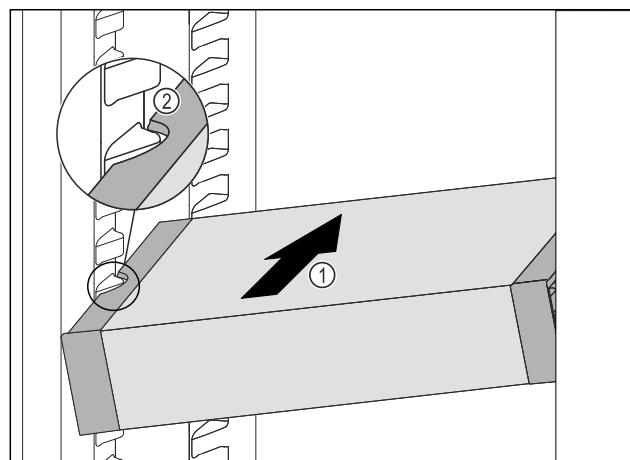

Fig. 56
- Вкарайте VarioSafe под ъгъл в хладилната част Fig. 56 (1), докато страниците прорези Fig. 56 (2) на VarioSafe се намират на височината на реброто на съда в хладилната част.